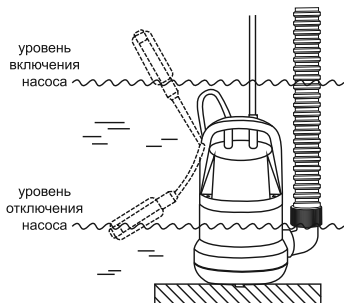

Рис. 3
6.5. Поплавковый выключатель автоматически включает и отключает насос в зависимости от уровня отводимой воды. Моменты срабатывания поплавкового выключателя при меняющемся уровне отводимой воды зависят от длины свободного участка его кабеля. Длина свободного участка кабеля подбирается на месте эксплуатации насоса, таким образом, чтобы исключить работу насоса "всухую", без воды. Зафиксировав кабель поплавкового выключателя в фиксаторе, можно, регулируя длину его свободного участка, менять тем самым уровни воды, при которых включается и отключается насос (рис. 3). Увеличение длины свободного конца кабеля приводит к увеличению интервала между включением и отключением насоса. Уменьшение длины свободного конца кабеля приводит к уменьшению этого интервала.